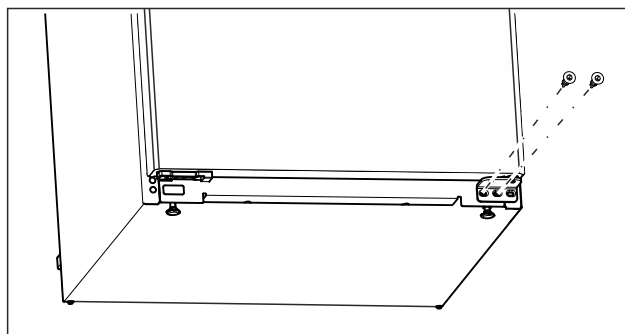

Fig. 13
- Draai de middelste schroef op de onderste lagersteun los met een Torx 20-schroevendraaier. (zie Fig. 13)
- Draai de binnenste schroef van de onderste lagersteun los met een Torx 20-schroevendraaier. (zie Fig. 13)